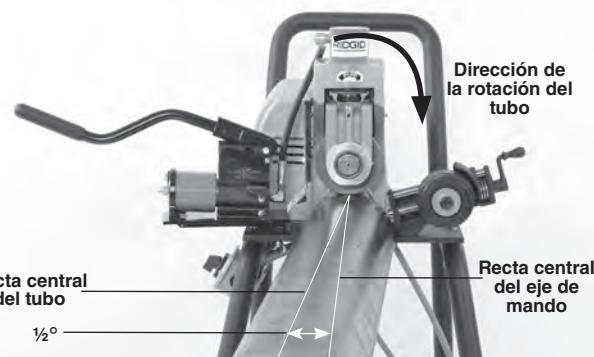

Figura 12 – Desviación del tubo en $\frac{1}{2}^{\circ}$ (exagerado en la imagen)
- Coloque el interruptor de encendido y apagado en la posición ON (encendido). Presione y suelte el interruptor de pie. Verifique que el rodillo ranurador gire hacia la derecha, igual a lo que indica la calcomanía de rotación del tubo en la ranuradora. Vea la Figura 12. Entregue la máquina a servicio si gira en dirección equivocada o si el interruptor de pie no controla el encendido y apagado.
- Coloque el tubo y los soportatubos ligeramente descentrados, desviados en aproximadamente $\frac{1}{2}$ grado (como 1 pulgada a 10 pies de distancia desde la ranuradora a rodillos) hacia el operario. Si el tubo y la ranuradora a rodillos están bien alineados, se asegura el correcto recorrido sobre el tubo durante el ranurado (*vea la Figura 12*). Este es el descentrado apropiado cuando se ranura, y funciona con el estabilizador.
- Aumente levemente el ángulo de descentrado del tubo, de medio grado a 1 grado. *Vea la Figura 12.*